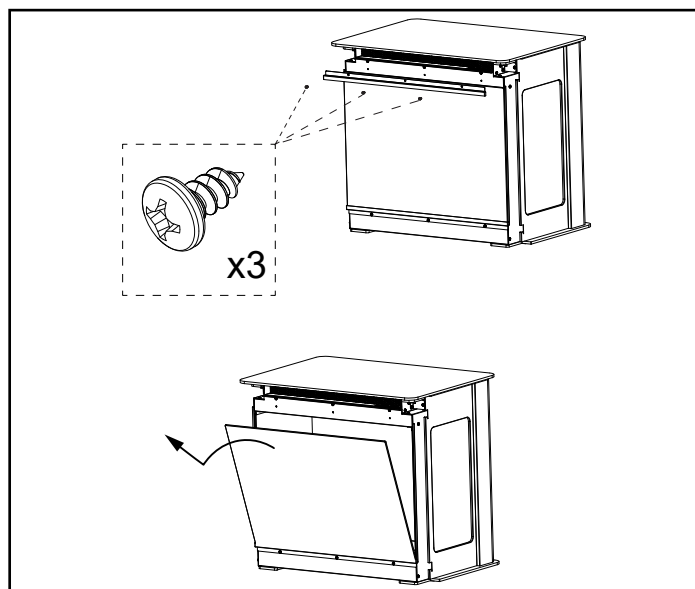

Figure 4.3 - Retrait de la vitre
4. Retirez le support supérieur en vitre en dévissant les trois (3) vis cruciformes. Soulevez la vitre du canal inférieur. Conservez et réutilisez les canaux en caoutchouc supérieur et inférieur, figure 4.3.
Reportez-vous à la figure 4.3 pour le retrait de la vitre.
5. Installez la vitre sur l'appareil. Voir la figure 4.3.